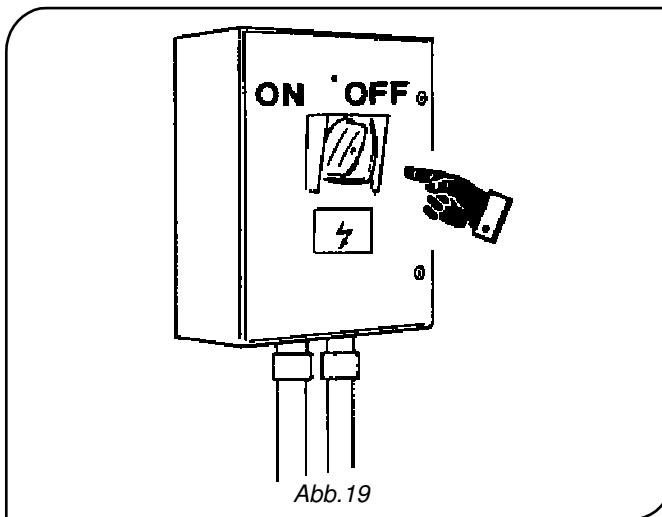

Abb. 19
- Die Eignung und korrekte Funktionsweise der an das Netz angeschlossenen Elektroanlage überprüfen: (Abb.19)